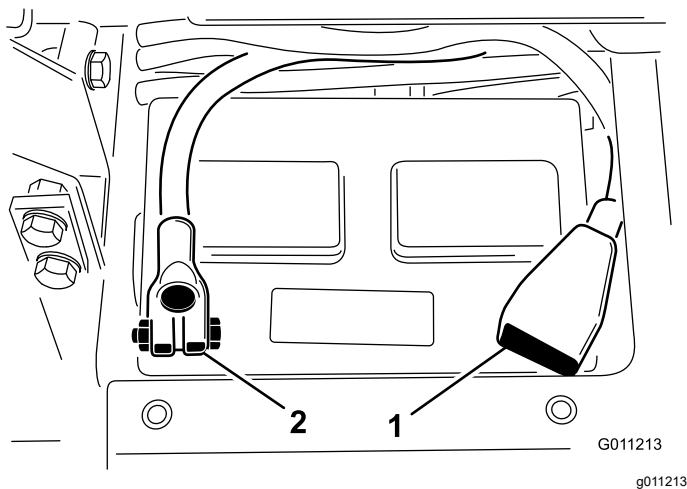

Bild 5
5. Verbinden Sie das Pluskabel (rot) mit dem Pluspol (+) des Akkus und befestigen Sie das Kabel mit der T-Schraube und Mutter (Bild 5).
6. Verbinden Sie das Minuskabel (schwarz) am Minuspol (–) des Akkus und befestigen Sie das Kabel mit der T-Schrauben und Muttern (Bild 5).